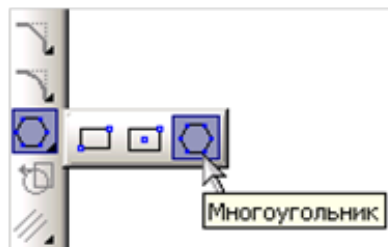
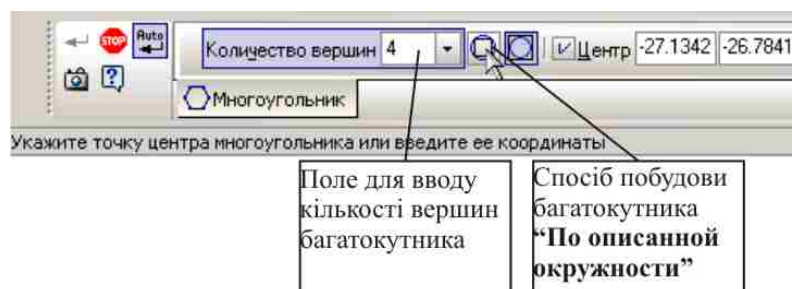

Рис. 2.4.6
Рис. 2.4.7: Панель властивостей виконання команди **Многоугольник**
3. Викличте Панель розширених команд побудови прямокутників і натисніть кнопку **Многоугольник**, рис. 2.4.6. Подвійним клацанням миші активізуєте поле **Количество вершин в Панели свойств**, введіть значення **4** і натисніть **Enter** (рис. 2.4.7).
4. Клацніть мишею на кнопці **По описанной окружности** (рис. 2.4.7), для встановлення способу побудови, включіть кнопку **С осями** , введіть значення діаметра 100 мм або радіуса 50 мм, поставте курсор в центрі формату та розташуйте квадрат, обертаючи його навколо осі, ромбом.